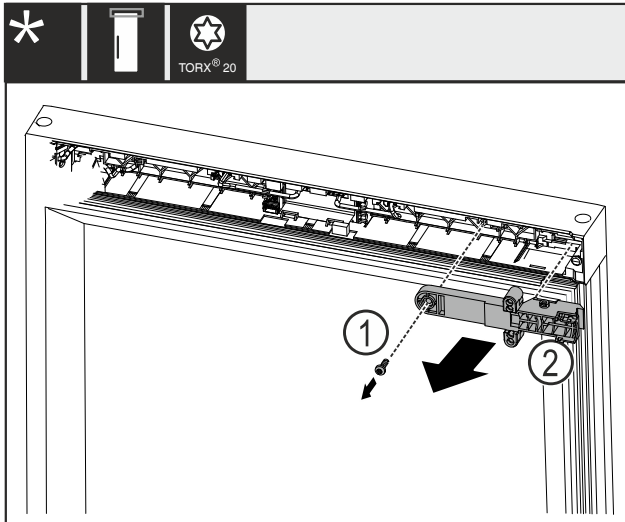

Fig. 21
- Fjern skruen Fig. 21 (1).
- Tag lås-heldedelen Fig. 21 (2) af.